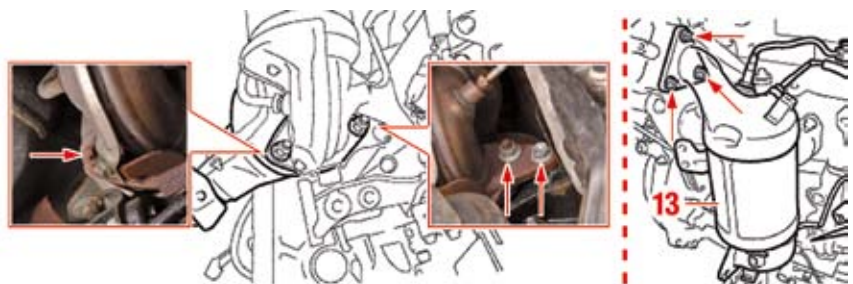

Fig. 41
- Staccare il catalizzatore (13) (Fig. 41).